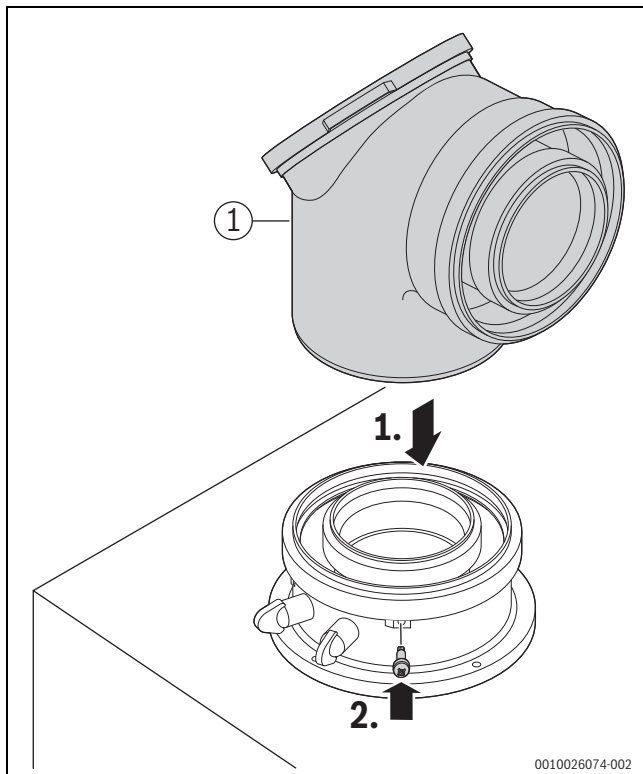

Bild 97 Abgaszubehör einsetzen und mit Schraube sichern
- ▶ Abgaszubehör anschließen (→ Bild 97, [1]). Dabei die Installationsanleitung des Abgaszubehörs beachten.